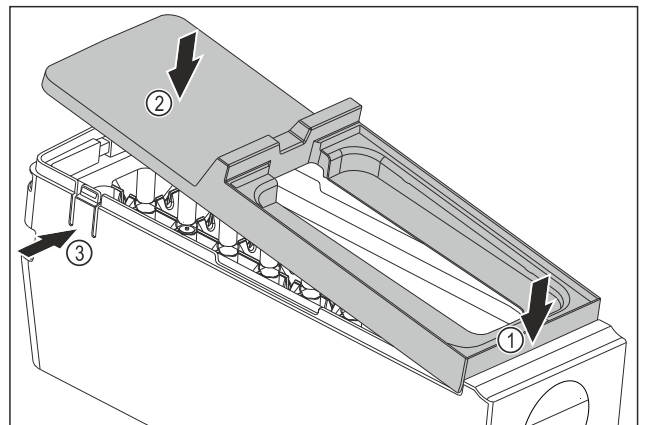

Fig. 186
- ▶ Montar la cubierta del EasyTwist-Ice: Colocar la cubierta por delante. Fig. 186 (1)
- ▶ Bajar la cubierta por detrás. Fig. 186 (2)
- ▷ La cubierta encaja en ambas lengüetas Fig. 186 (3) de forma audible.